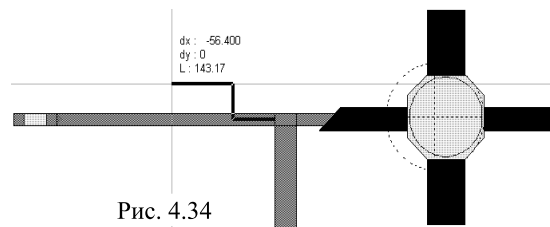

Рис. 4.34
3. Переместите курсор, не нажимая кнопки мышки, в желательную точку и щёлкните левой кнопкой мышки, чтобы зафиксировать (рис. 4.34). (Щелчок правой кнопкой мышки удалит последнюю точку трассировки, нажатие клавиши **Esc** отменяет процесс трассировки).